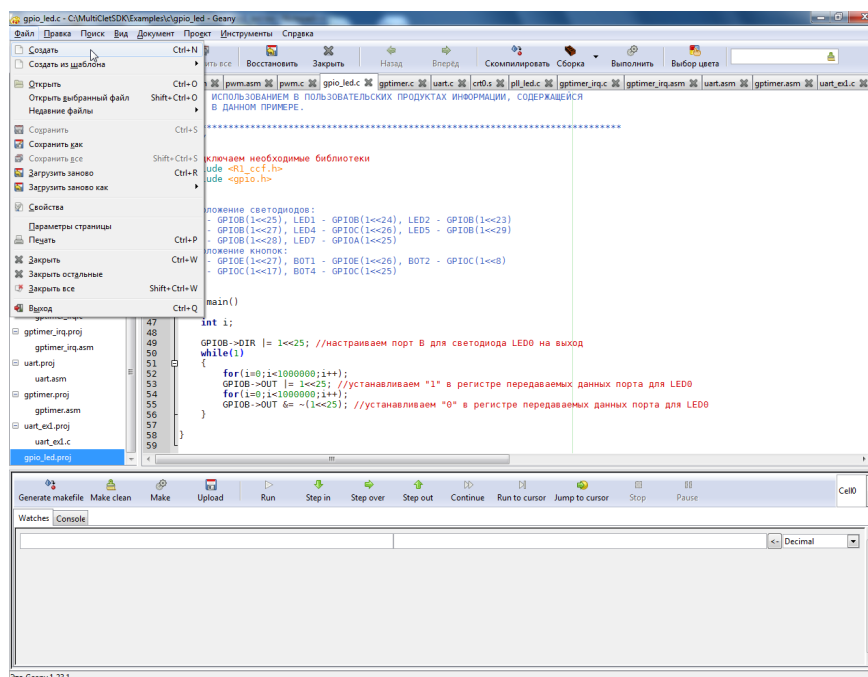

Рис. 10. Создание нового файла
5) Перейдите на верхней панели инструментов в меню "Файл" и выберите "Создать". В результате в области редактирования появится новый файл, доступный для изменений. Создание файла показано на рис. 10.